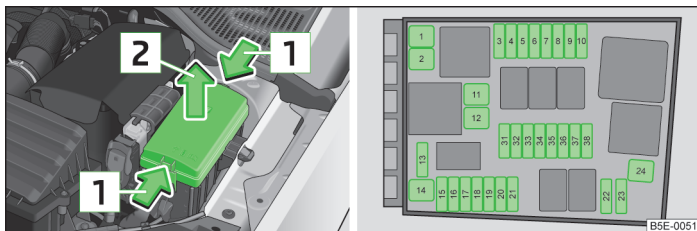

Fig. 210 Capaci cutiei cu siguranțe din compartimentul motor / reprezentare schematică a cutiei cu siguranțe
- În același timp, comprimați tastele de blocare în sensul săgeții » fig. 210.